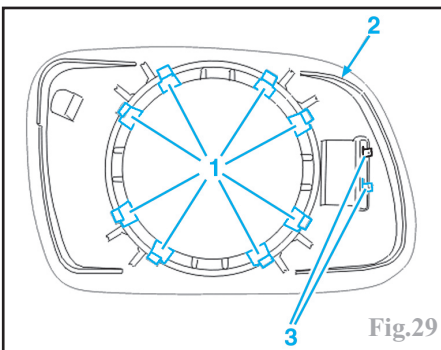

Fig.29
-dégager et déposer la coquille rétroviseur (1). À l'aide d'un outil plat, décliper les ergots (1) de fixation de la glace du rétroviseur (2) (Fig.29).